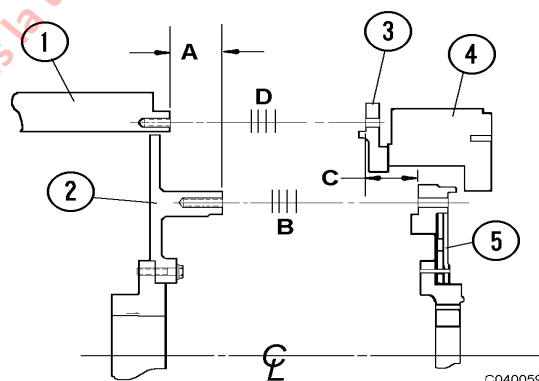

FIGURA 4-4. UBICACIÓN DE LAS LAINAS
3. Consulte la Figura 4-4. Mueva el cigüeñal del motor hasta la parte trasera de su carrera final.
Consulte la Figura 4-4.
$B =$ _____ de espesor del paquete de laines que se instalarán en el punto B, Figura 4-4.
$D =$ _____ espesor del paquete de laines que se instalarán en el punto D, Figura 4-4.